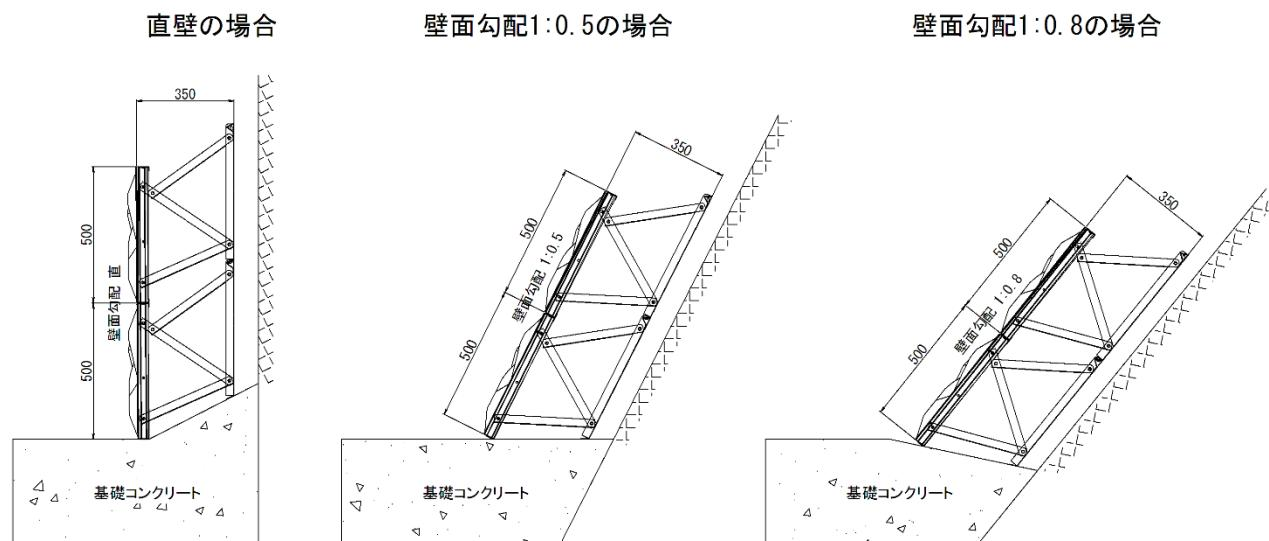

図7. 基礎工の施工
- デコメッシュ置くだけタイプは、現状水平面に対し、壁面勾配が1:0.5となるタイプのみである。壁面勾配が1:0.5以外は、基礎コンクリート面の勾配で調整を行う等の方法がある(図7)。